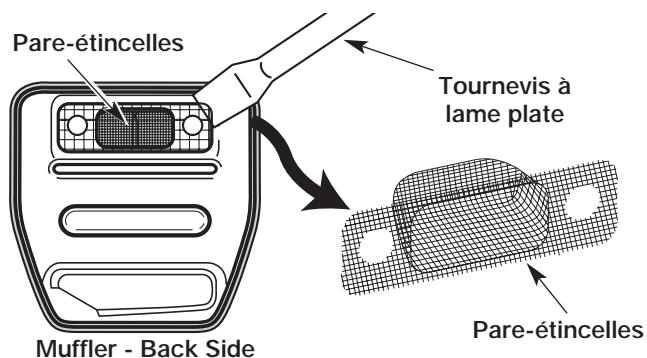

Fig. 17
4. Soulevez soigneusement le pare-étincelles de son trou à l'aide d'un petit tournevis à lame plate (Fig. 17). Retirez le pare-étincelles du silencieux.
5. Nettoyez le pare-étincelles à l'aide d'une brosse métallique. Remplacez-le s'il est endommagé ou si vous n'arrivez pas à le nettoyer complètement (Fig. 17).